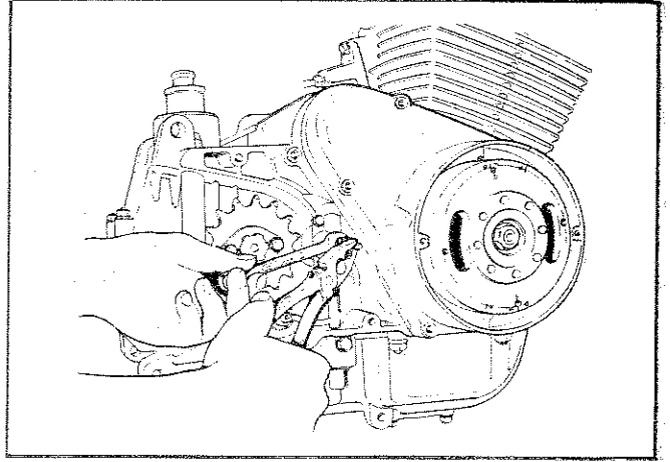

Fig. 128
- 2) Svitare con una pinza, dopo avere allentato il contro-dado (chiave 8 mm), la vite di spinta fino a poter riportare in fuori per 3/4 il registro al manubrio (Fig. 128).
- 2) Slacken the locknut (8 mm spanner), and loosen the adjusting screw with a pliers, until the adjuster fitted on the handlebar lever can be unscrewed 3/4 of a turn (Fig. 128).